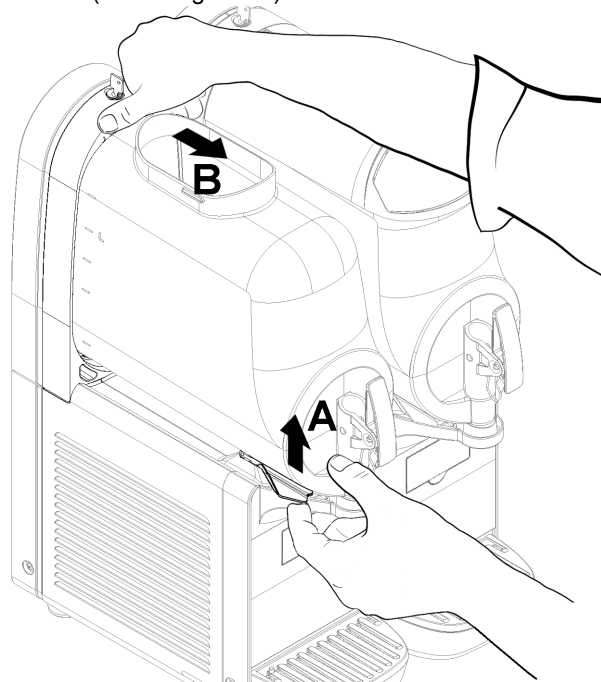
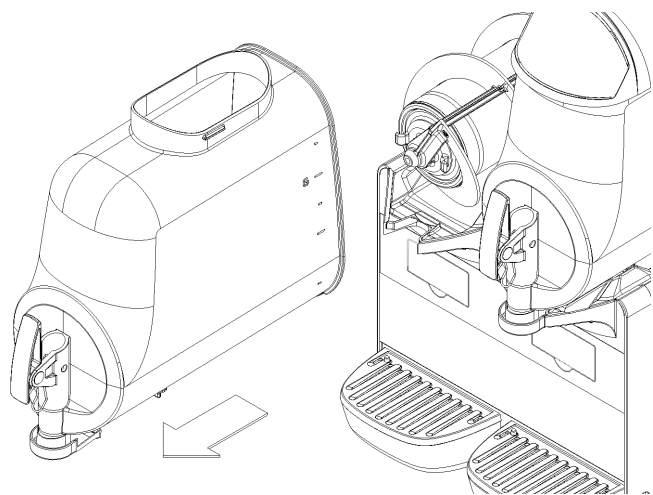

figura 10
figura 11
**2** Per smontare il contenitore è necessario spingere verso l'alto l'apposita leva (vedere figura 10) e quindi sfilare il contenitore stesso (vedere figura 11).
**3** Rimontare il rubinetto sul contenitore con sequenza inversa rispetto a quella di figura 11.